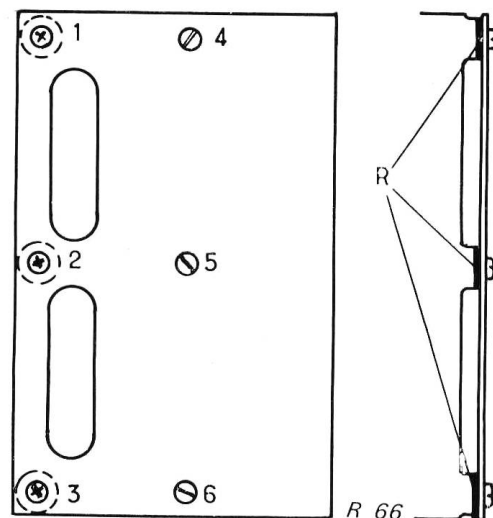

Fig. 6
- Fixer en premier le circuit imprimé par les vis 4-5 et 6, puis par les vis 1-2-3 en interposant les rondelles métalliques entre les pattes de fixation et le circuit imprimé (fig. 6).